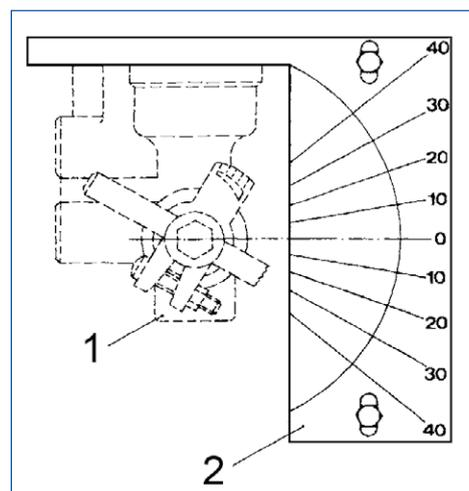

Abb. 9: Gerät mit befestigter Prüfschablone
- Prüfschablone (Beispiel siehe Abb. 9)